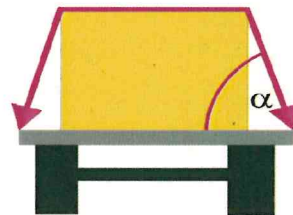

Bild 1:
- $\beta$  = Horizontalwinkel (Bild 1)